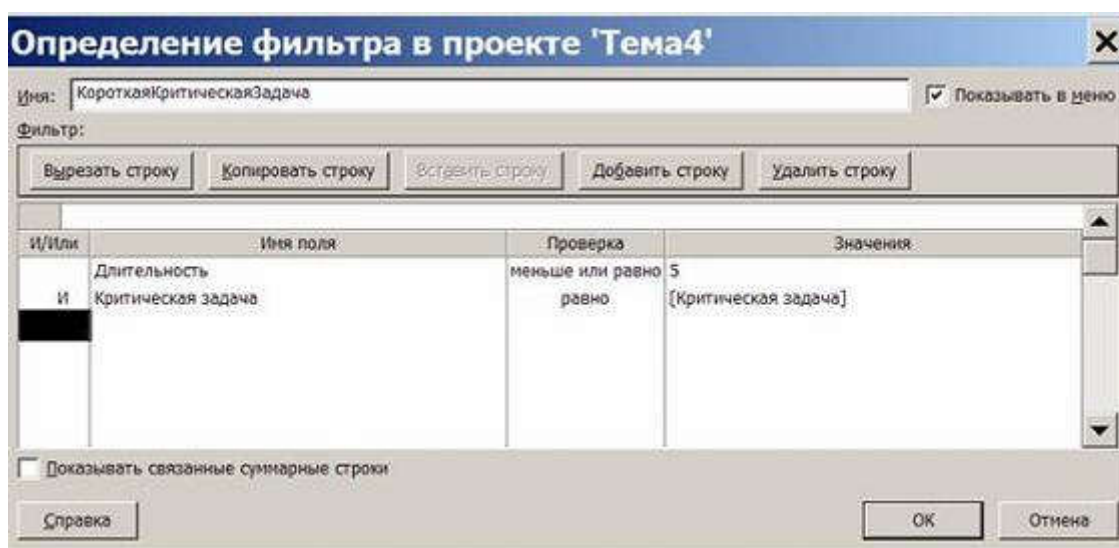

Рис. 4.28. Окно определения фильтра
- b. Нажать Создать – откроется окно определения фильтра, изображенное на рис. 4.28.
3. Убедиться, что результат совпадает с рис. 4.28.